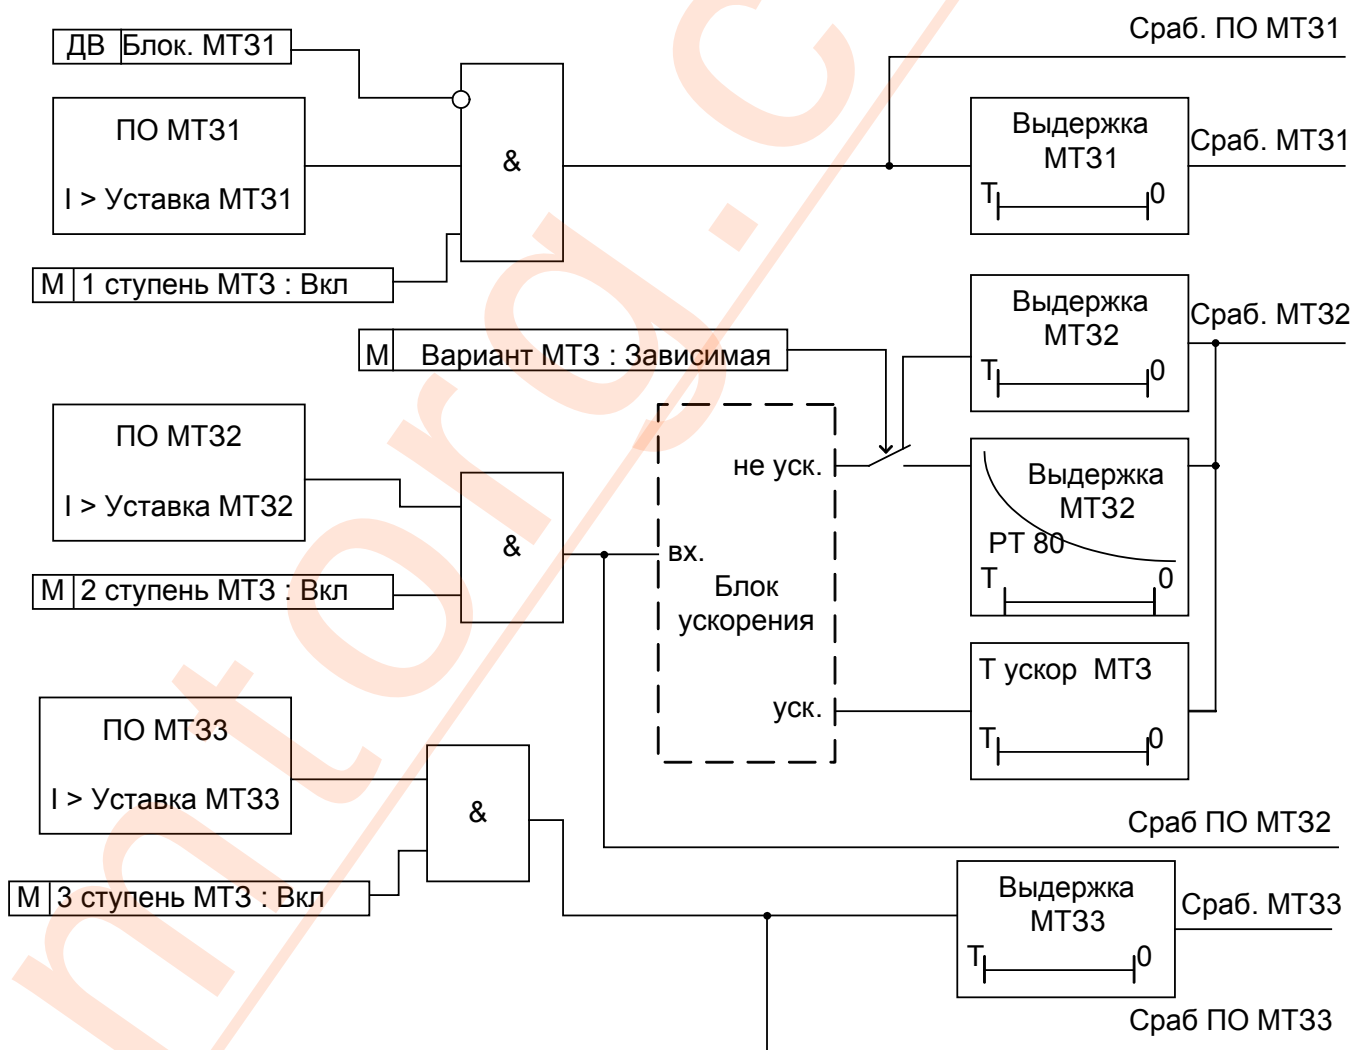

Рис. 12 Функциональная схема блока максимальной токовой защиты (МТЗ)
Функциональные схемы работы устройства представлены на рис. 12 - 18, 21.
2.5.3 Блок МТЗ показан на рис. 12 и 13. Защита имеет три ступени, каждая из которых имеет выдержку по времени и уставку по току срабатывания пускового органа.